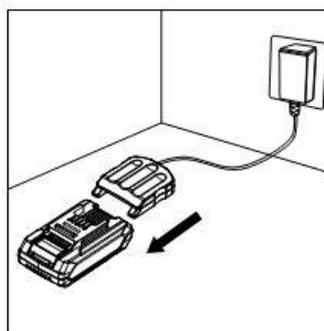

Fig. 9
3. Insérez la batterie dans le support du chargeur (Fig.9) : la Led verte s'éteint et devient rouge.